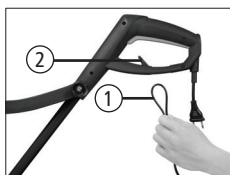
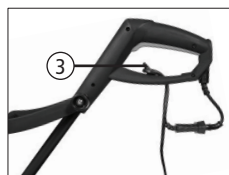

Fig. 04
Fig. 05
Para sua segurança e evitar que o cabo elétrico se desconecte do plug enquanto o trabalho estiver sendo executado, dobre o cabo (1) e passe-o pelo orifício (2), [Fig. 04], em seguida encaixe-o na presilha (3), [Fig. 05], e depois conecte o cabo elétrico ao plug do aparador de grama.